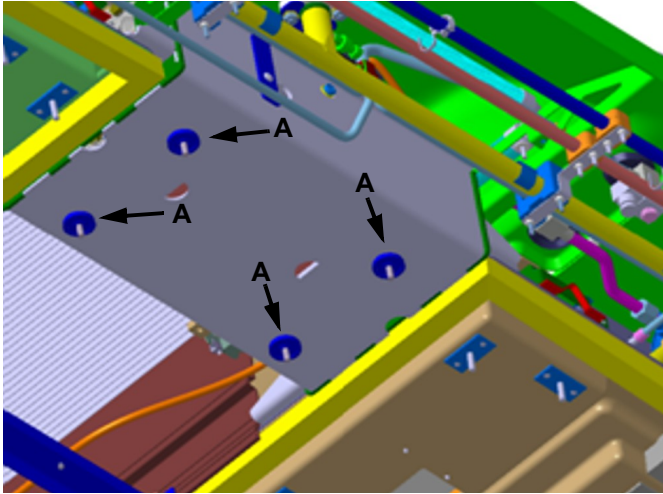

**Bild 12:**
- 3.1. Bild 12: Aufbringen der Kleberaupe auf den Armaflexrahmen.